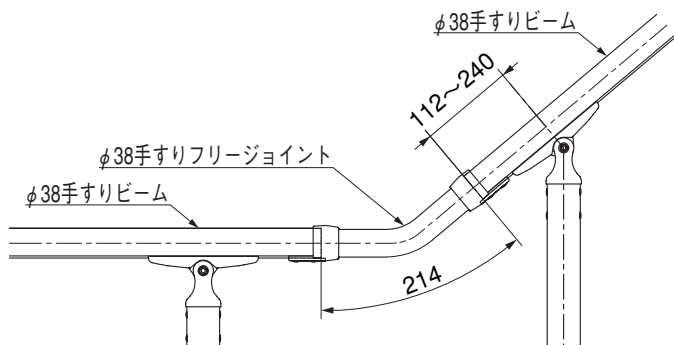

図3-5
① 図3-5を参照して $\phi 38$ 手すりビームを切詰めてください。